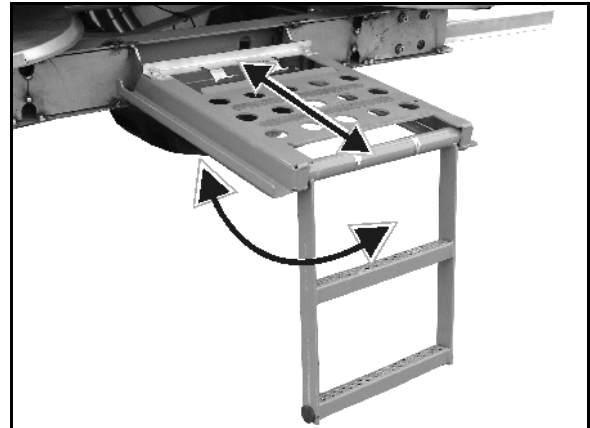

Bild 38
- Dra stegen med trapplanet bakåt vid uppstigning och fäll stegen nedåt (Bild 38).